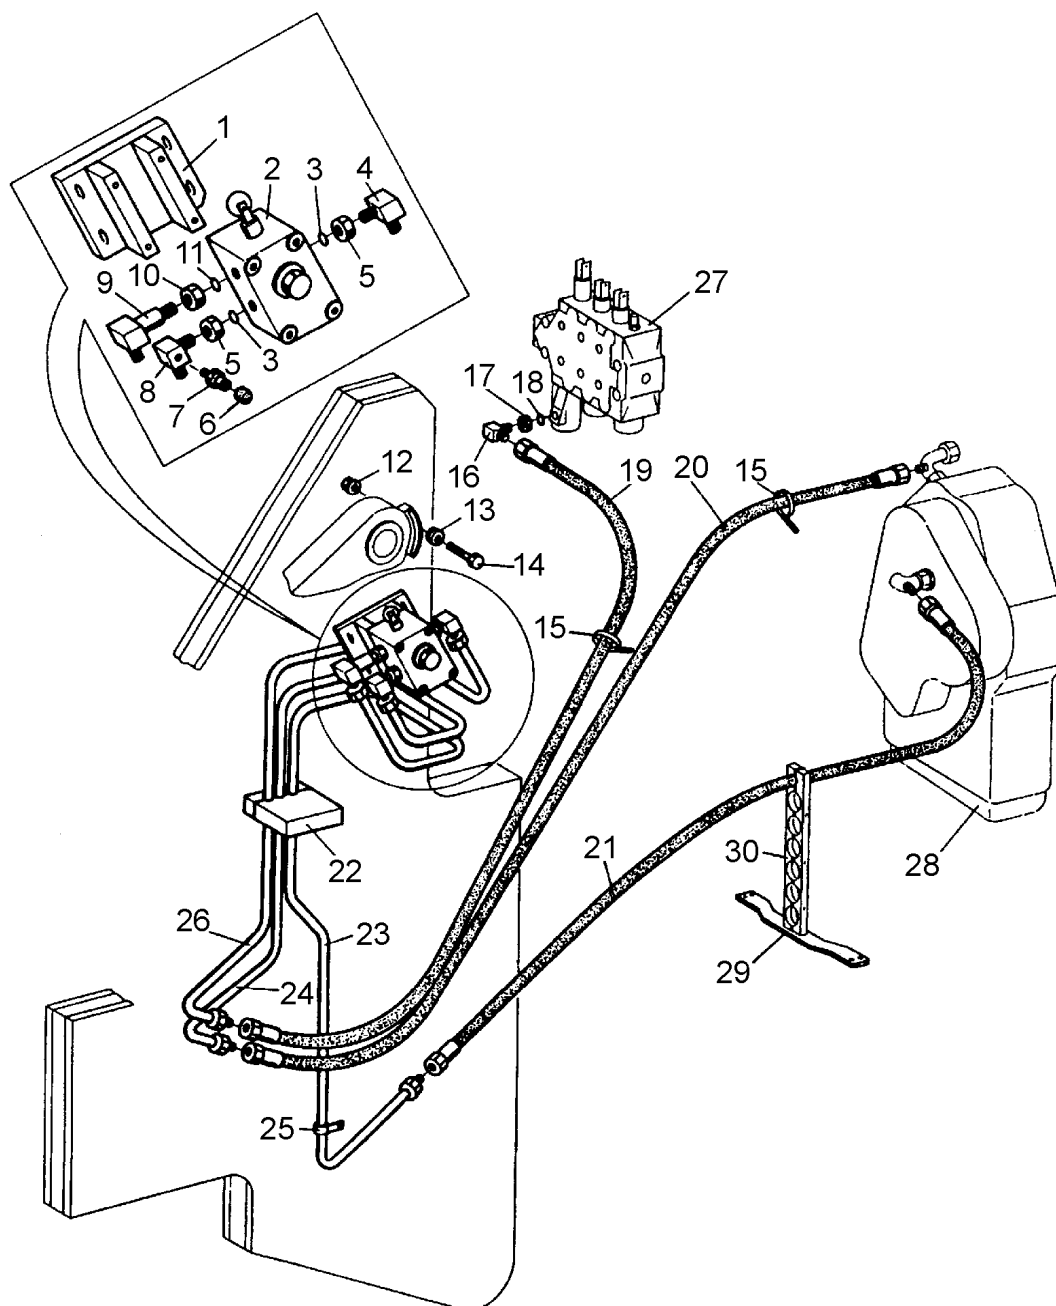

Рис. 10В.26. Подсоединения клапана ограничителя высоты подъема стрелы
РАСПРЕДЕЛИТЕЛЬ РАБОЧЕЙ ГИДРОСИСТЕМЫ**35. УСТАНОВКА (Рис. 10В.24. и 10В.25.)**
Ограничитель высоты подъема стрелы предназначен для подачи масла под давлением к распределителю рабочей гидросистемы для переключения золотника стрелы в положение «блокировка» (нейтральное положение). Для этой цели используется масло, подводимое к клапану ограничителя из гидросистемы трансмиссии. Переключение золотника стрелы в нейтральное положение происходит в тот момент, когда диск (13, Рис. 10В.26.), закрепленный на кулачке стрелы, нажимает на ролик золотника клапана (2) ограничителя высоты подъема стрелы. При этом происходит перемещение золотника клапана (2) и открываются каналы в клапане (2) для подачи масла под давлением от гидросистемы трансмиссии к золотнику стрелы в распределителе рабочей гидросистемы.
Спецификация к Рис. 10В.26.: